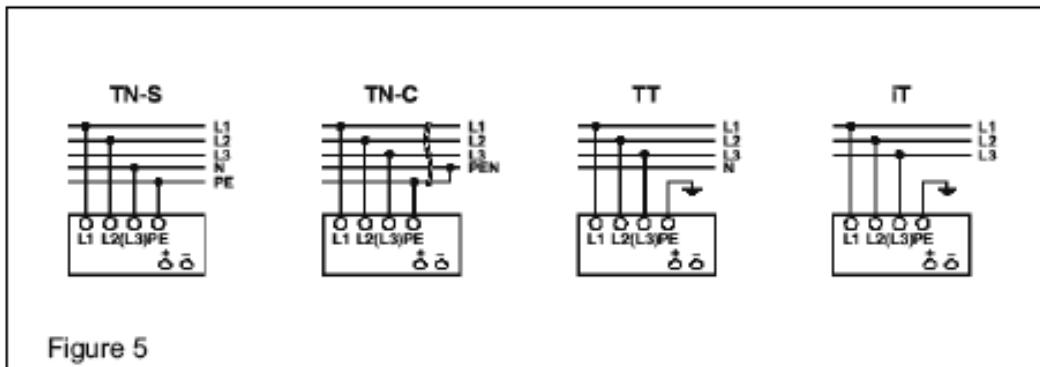

Figure 5
5.1. Подключение напряжения питания (Рис. 1, Рис. 5)
Для подключения 3-фазного напряжения питания 400-500 VAC (переменного тока) используются клеммы L1, L2, L3 и PE входного клеммного соединителя (смотрите Рис.1). На Рис.5 показаны схемы подключения к различным типам питающих сетей. В случае обрыва одной фазы питающей сети допускается продолжительная работа блока питания с номинальной нагрузкой. Необходимо также подключение защитного проводника к клемме PE и обеспечить изоляцию между всеми полюсами подключения. Устройство имеет встроенный плавкий предохранитель. Для внешней защиты рекомендуется использовать 3-х фазный внешний автоматический выключатель с номинальными токами 6 А, 10 А или 16 А.